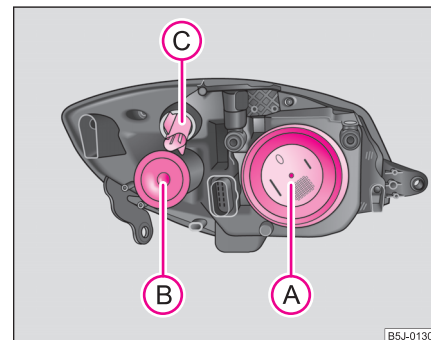

Fig. 183 Farurile din față: Poziția becurilor
Poziția becurilor în farurile din față ⇒ pagina 255, fig. 183.
- Scoateți capacul de protecție (A) ⇒ pagina 255, fig. 183.
- Rotiți dulia becului (C) spre stânga ⇒ pagina 255, fig. 183 și scoateți dulia împreună cu becul.
- Scoateți capacul de protecție **(B)** ⇒ pagina 255, fig. 183.